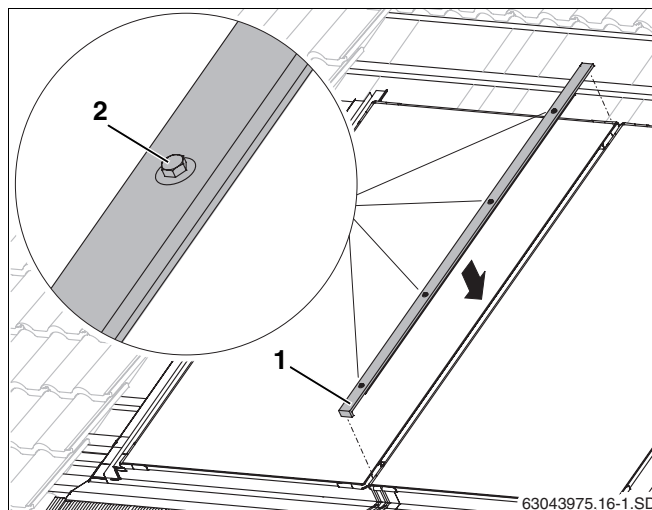

Fig. 51 Listón protector central
- ▶ Introduzca el listón de protección (fig. 51, **pos. 1**) con el canteado hacia abajo en el espacio entre dos colectores y céntralo.
- ▶ Apriete a mano los tornillos (fig. 51, **pos. 2**) comenzando por abajo con la llave de tamaño 8.